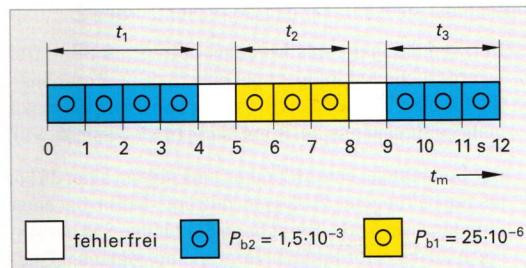

Bild 2: Fehlerbehaftete Übertragung
- Für einen Datenkanal mit  $r_b = 64$  kbit wird die Fehlerhäufigkeits-Verteilung Bild 2 gemessen. Berechnen Sie für die Blocklänge 1600 bit a) die Anzahl der je Zeitabschnitt  $t_1$ ,  $t_2$  und  $t_3$  übertragenen Blöcke, b) die Anzahl der je Zeitabschnitt  $t_1$ ,  $t_2$  und  $t_3$  verfälschten Blöcke, c) die Blockfehlerhäufigkeit für die Messzeit 12 s.
Die Betriebsdämpfung erfasst die gesamte Dämpfung eines Verbindungsweges zwischen zwei Datenübertragungseinrichtungen (DÜE) und setzt sich zusammen aus den positiven Dämpfungsmaßen der Leitungen, aus den positiven Stoßdämpfungsmaßen an unvollkommen angepassten Leitungsabschlüssen und aus den negativen Dämpfungsmaßen der Verstärker (**Bild 1**). Der Dämpfungskoeffizient einer Leitung ist frequenzabhängig (**Bild 2**).